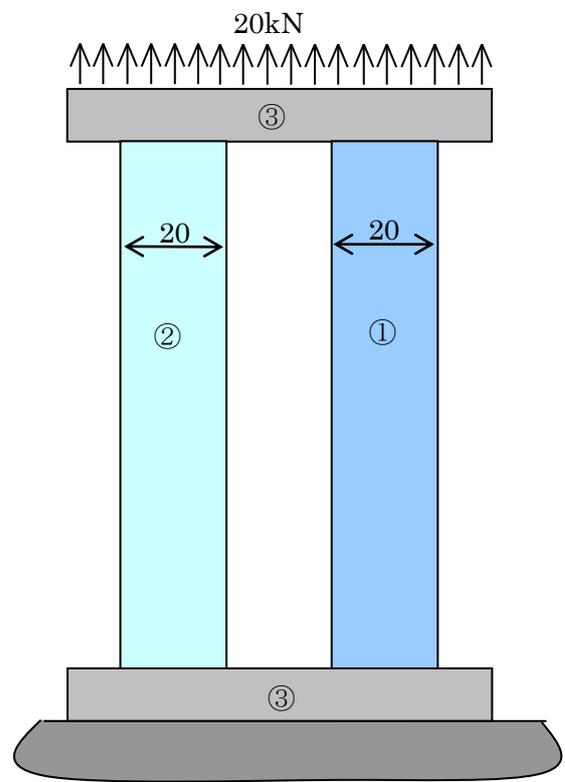

図 2
問題 1 1・3 図 1, 2 は 2 つの物体①、②を組み合わせ、引っ掛けた状態のものである。下端を固定し、上端を総計が 2kN となる等分布荷重で引張る。図 1 は左右対称形であり、図 2 は非対称である。以下の問に答えよ。なお、2 物体の材質は同じとする。